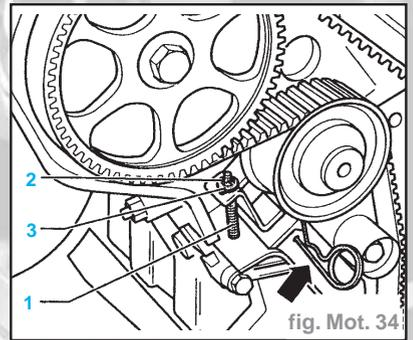

fig. Mot. 34
- Visser la tige filetée M5 x 55 "**1**" dans le dispositif de tension de la courroie crantée. Visser l'écrou six pans "**2**" avec une grande rondelle entretoise "**3**" sur la tige filetée "**1**" (fig. Mot. 34).
- Tendre la courroie crantée. A cet effet, retirer le mandrin d'arrêt "flèche" et dévisser la tige filetée "1" (fig. Mot. 34).